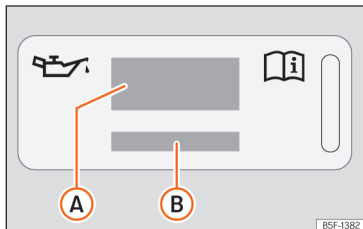
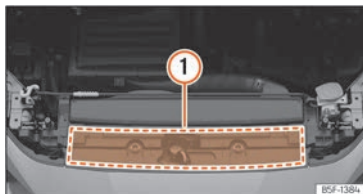

Fig. 213 En el vano motor: etiqueta de aceite de motor
Fig. 214 En el vano motor: zona de ubicación de la etiqueta de aceite de motor
Legenda de la »» fig. 213:
»» **fig. 213.** La etiqueta con la norma prescrita se encuentra en la parte delantera en el vano motor »» **fig. 214** **(1)**. Si utiliza el aceite de motor recomendado, se puede corregir el nivel del llenado tantas veces como sea necesario.
- Si falta la etiqueta con la especificación del aceite motor >>> **fig. 213**, póngase en contacto con un taller especializado.